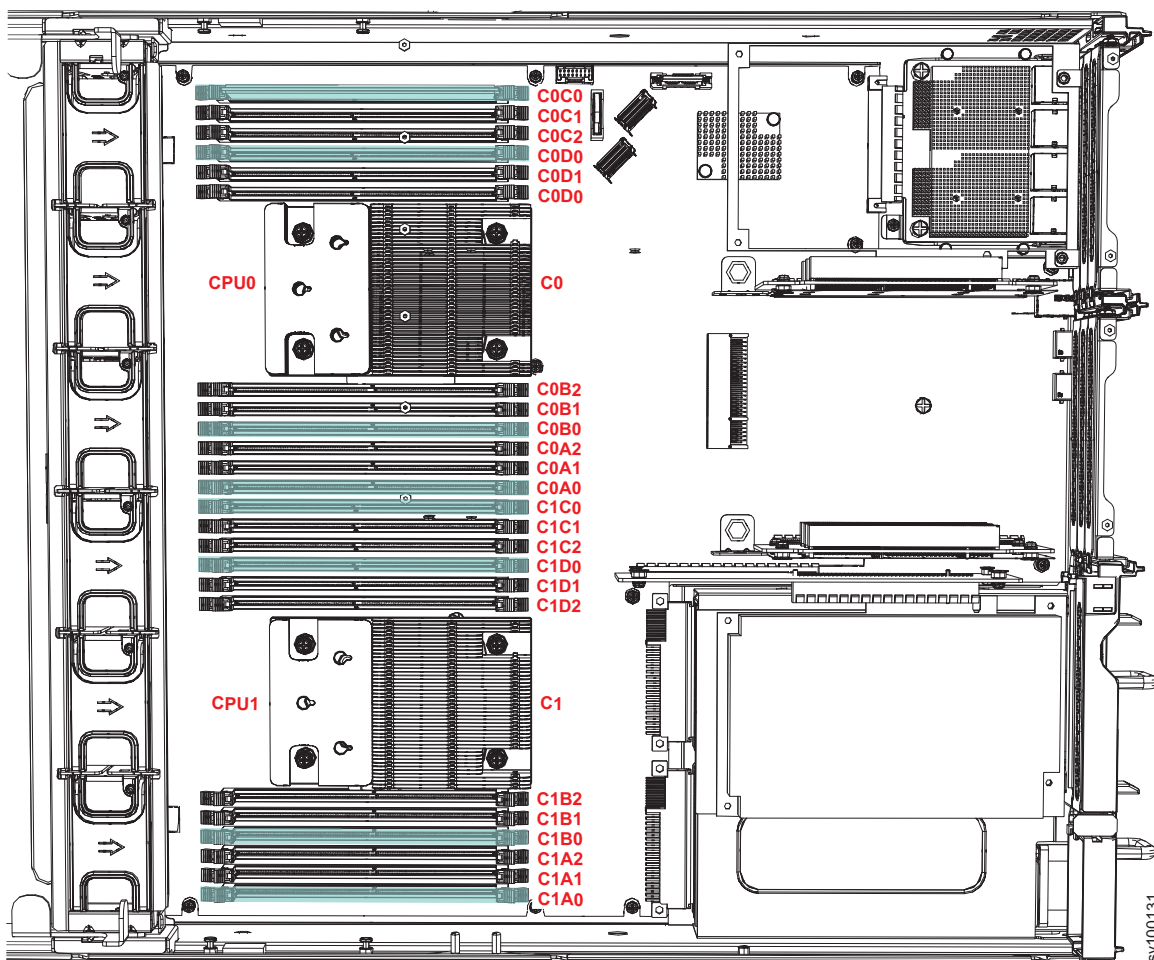

Figura 73. Locais nos Conectores DIMM na Placa-mãe
- Consulte Figura 73 na página 91 para localizar o módulo dual inline memory module (DIMM) que você deseja substituir.